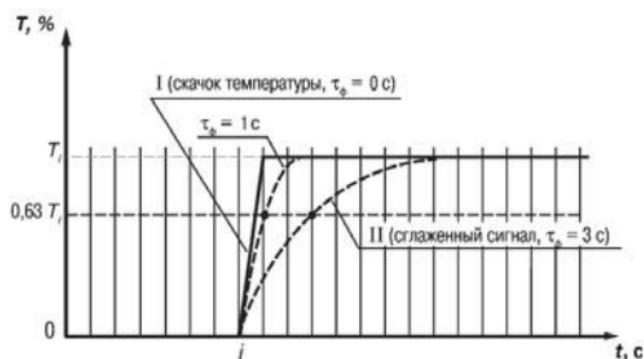

Рисунок 3.4
3.2.4.3 Во-вторых, фильтр устраниет шумовые составляющие сигнала, осуществляя его экспоненциальное сглаживание. Основой характеристикой экспоненциального фильтра является постоянная времени τ_f – интервал, в течение которого сигнал достигает 0,63 от значения каждого измерения T_i (рисунок 3.4).